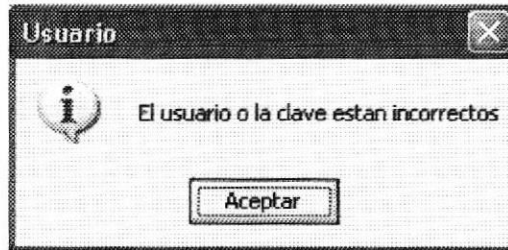

Figura 5.4. Mensaje de error de Acceso – Usuario o clave Incorrecta.
- Si el nombre del usuario fue ingresado incorrectamente el sistema no lo reconocerá y mostrará el siguiente mensaje de error, como se muestra en la figura 5.4.